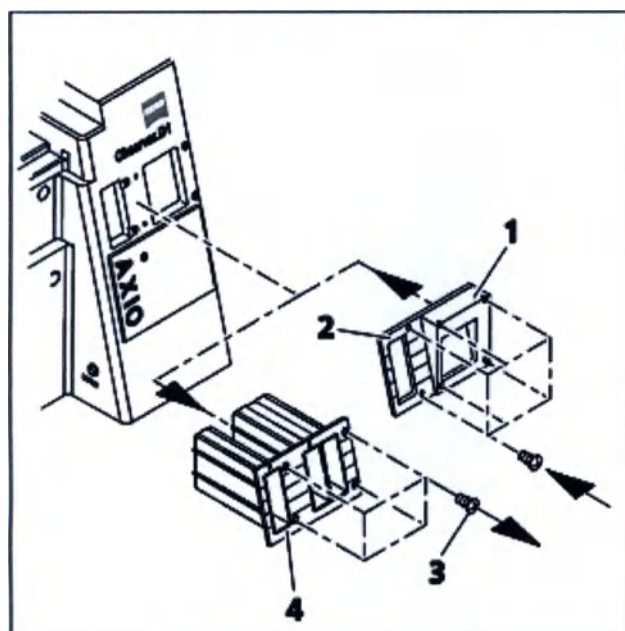

Рис. 56
- Раскрутите четыре винта (рис. 56/3) из пластиковой крышки (рис. 56/4) и снимите крышку со штатива, потянув ее вправо.
- Закрепите установочный адаптер (рис. 56/2) на штативе с помощью шести винтов.
- Установите желаемый компонент стороннего производителя на клин (рис. 56/1) установочного адаптера в штативе.